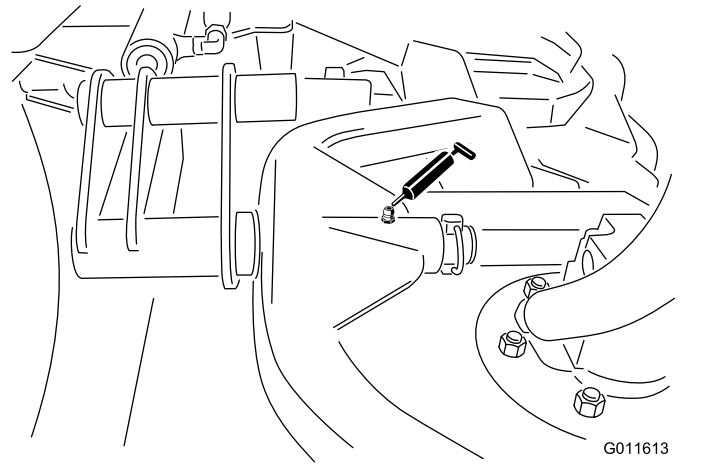

Bild 62
- Mähwerkträgerrahmen und Drehzapfen (1)—Bild 62